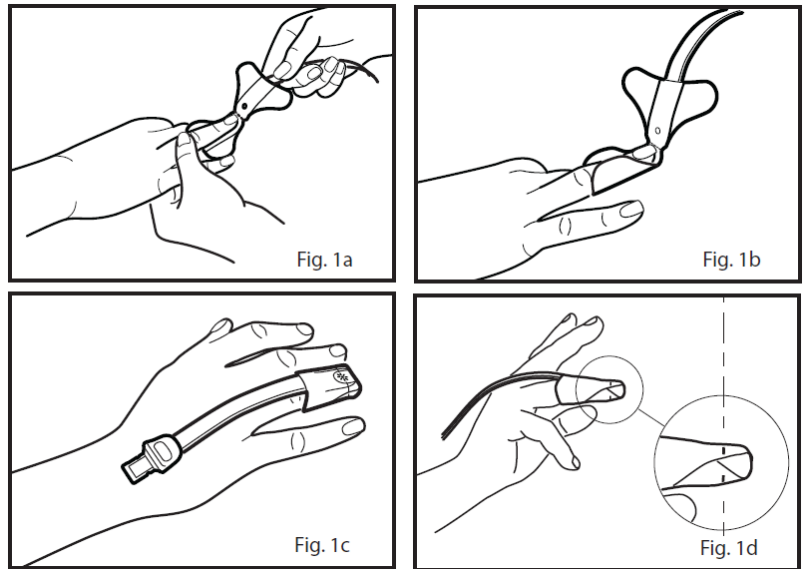

Fig. 20 Application du capteur RD SET pour les patients pédiatriques de 10 à 50 kg
- 2 Voir fig. 1a dans Fig. 20 : Orientez le capteur de manière à ce que le détecteur puisse être placé en premier. Placez l'extrémité du doigt sur la ligne en pointillés, la partie charnue du doigt recouvrant le contour du doigt et la fenêtre du détecteur.
- 3 Voir fig. 1b dans Fig. 20 : Pressez les ailes adhésives, une à la fois, sur le doigt. Une couverture complète de la fenêtre du détecteur est nécessaire pour garantir la précision des données.
- 4 Voir fig. 1c dans Fig. 20 : Repliez le capteur sur le doigt, la fenêtre de l'émetteur (étoile rouge) étant placée sur l'ongle. Fixez les ailes en les rabaisant, une à la fois, autour du doigt.
- 5 Voir fig. 1d dans Fig. 20 : Lorsqu'ils sont correctement appliqués, l'émetteur et le détecteur doivent être alignés verticalement (les lignes noires doivent être alignées). Repositionnez si nécessaire.